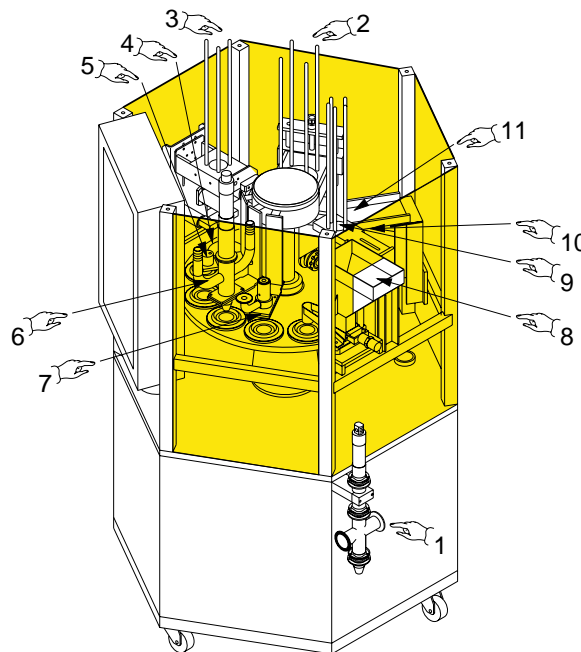

Fig. 3.1
- an ice cream bypass unit (*Pos. 1, Fig. 3.1*);
- a cone/cup feed unit (*Pos. 2, Fig. 3.1*);
- a dosing and filling unit (*Pos. 3, Fig. 3.1*);
- a lid pick-up unit (*Pos. 4, Fig. 3.1*);
- a lid sealing unit (*Pos. 4, Fig. 3.1*);
- an ejector unit (*Pos. 6, Fig. 3.1*).